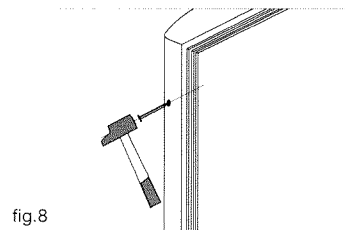

fig. 8
- 21- Pointez l'axe avec une pointe et un marteau, pour faciliter l'engagement de la vis de fixation (fig.8).